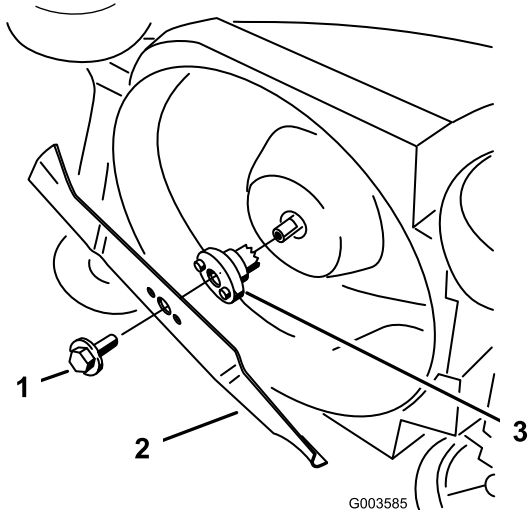

Figure 24
1. Tenez la lame à son extrémité (Figure 24) avec un chiffon ou un gant épais.